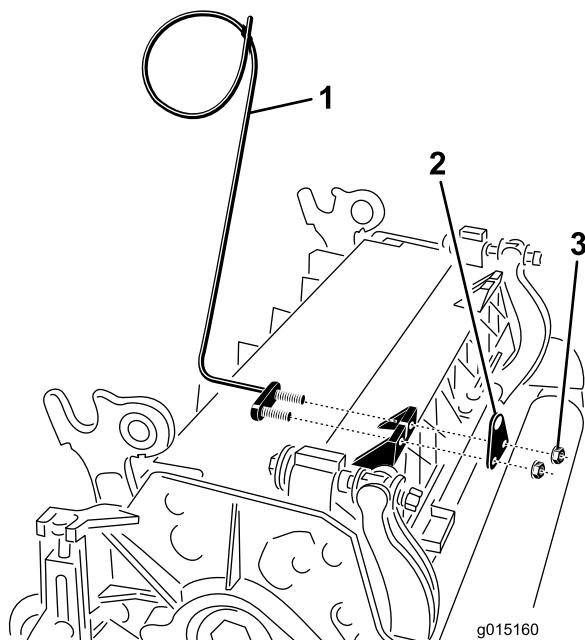

Bild 13
E. Montieren Sie die Stangenhalterung mit den Schlossschrauben und Muttern an den Mähwerknasen (Bild 11). An der Schneideeinheit müssen Sie auch die linke Schlauchführung vorne an den Schneideeinheitnassen befestigen, wenn Sie die Stangenhalterung (Bild 13) wieder einbauen.